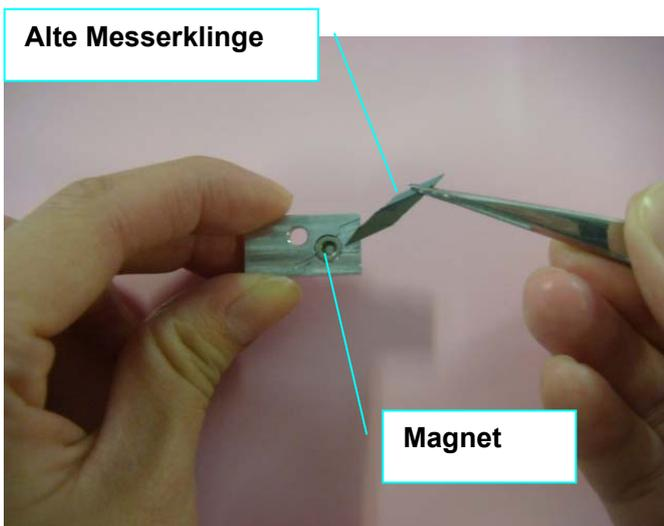

Abbildung 2-45
Schritt 7 Schrauben Sie die Messerklinge von der Klingenhaltung ab, die durch den Magneten angezogen wird, und ersetzen Sie sie mit einer Pinzette entlang der rot markierten Linie mit einer neuen Messerklinge (Abbildung 2-45 und 2-46).